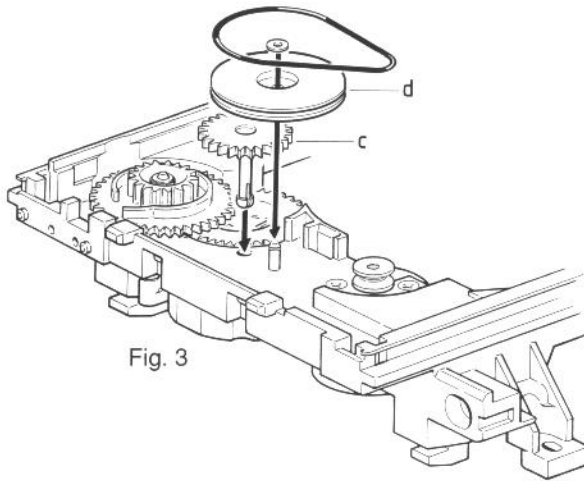

Fig. 3
- c) Mount idle wheel2 (c) and idle wheel1 (d) in any position. See Fig. 3.